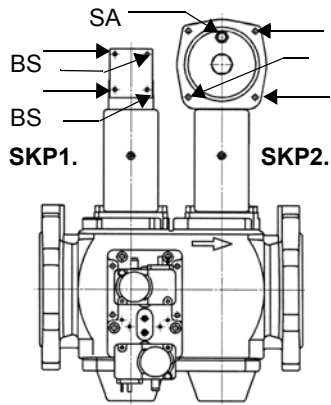

Fig. 6
- 1) nel caso di giunti flangiati: interporre tra un componente e l'altro, una guarnizione (n. 1A..1E - Fig. 6) compatibile con il gas utilizzato,
ATTENZIONE: una volta montata la rampa secondo lo schema riportato in Fig. 6, deve essere effettuata la prova di tenuta del circuito gas, secondo le modalità previste dalla normativa vigente.